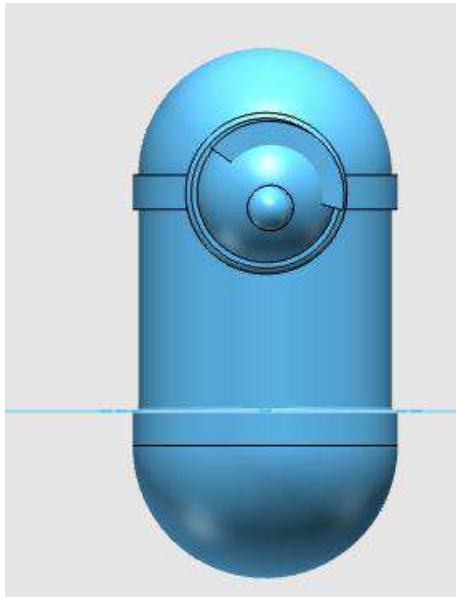

图 1-23
Step 23 点击确定，扇形移动操作完毕，如下图 1-23 所示：